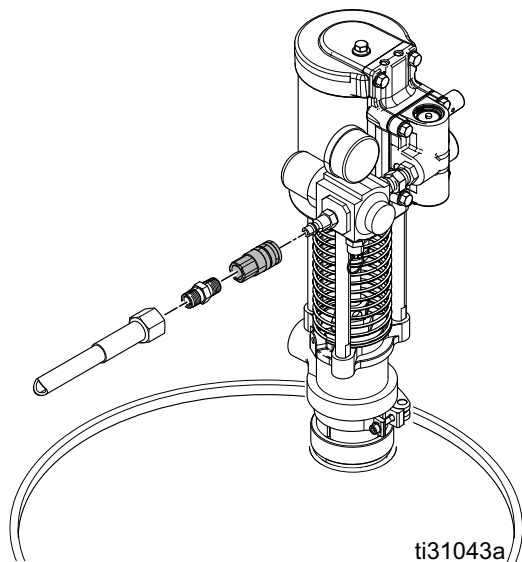

FIG. 10
7. Installare la linea dell'aria (DI minimo 9,5 mm (3/8 pollice)) con l'accoppiatore a sgancio rapido fornito. Vedere FIG. 10.